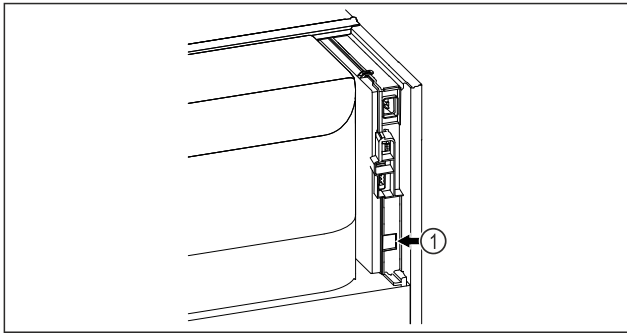

Fig. 129
- ☐ SmartModule Fig. 129 (1) este instalat.